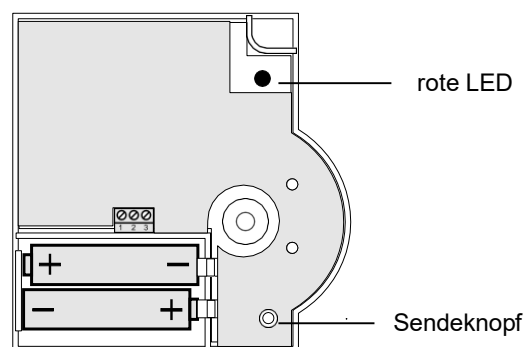

Abb. 2: Polung der Batterien und Sendeknopf
- ▶ Legen Sie die mitgelieferten Mignon-Batterien mit der korrekten Polung ein (siehe Abb. 2).
- ▶ Aktivieren Sie innerhalb von 4 min. den Teach-in, indem Sie am Raumtemperaturfühler den Sendeknopf drücken (siehe Abb. 2, Sendeknopf).